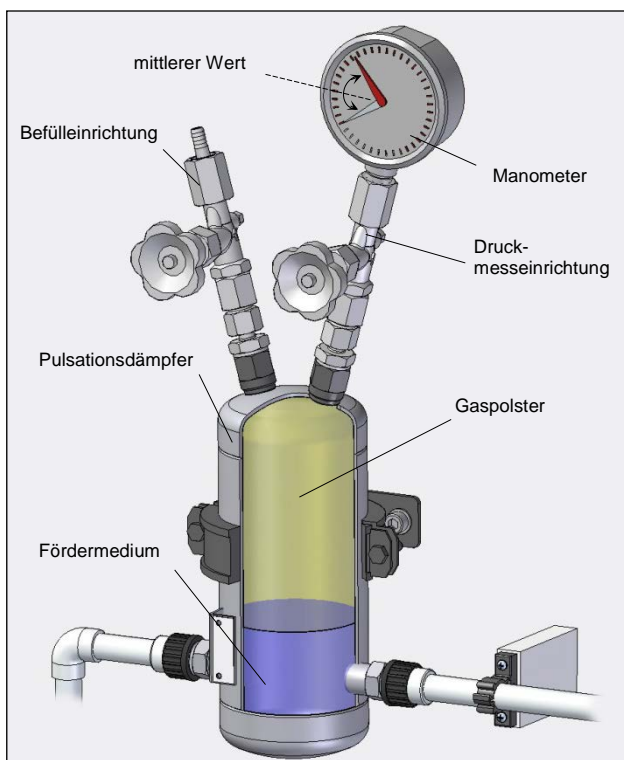

Abb. 21 (relativ großes Gaspolster – kleiner Manometerzeigerausschlag)
- Luft / Gas während des Betriebes der Pumpe vorsichtig zugeben, bis der Zeigerausschlag einen Minimalwert erreicht (siehe Abb. 21).